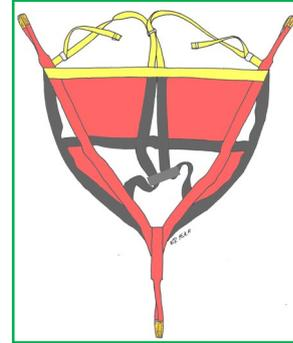

Fig. 20: Se necessario, chiudere il rinforzo seduta
- Fig. 20: Se necessario, allacciare il rinforzo seduta (vedi sopra "Versione modificata con rinforzo seduta").